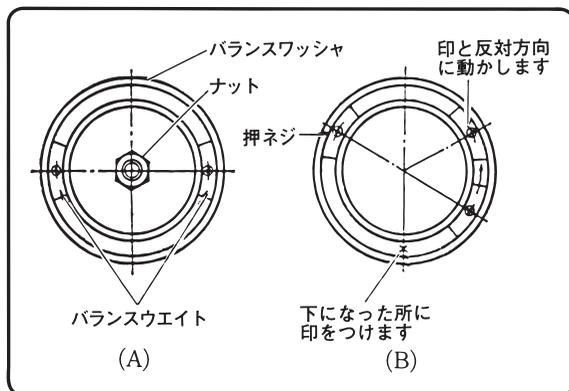

図 8
- まず図8(A)のようにバランスウエイトを対称の位置において締付けます。
- そこで図8(B)のように、バランスウエイトを動かして締付けます。